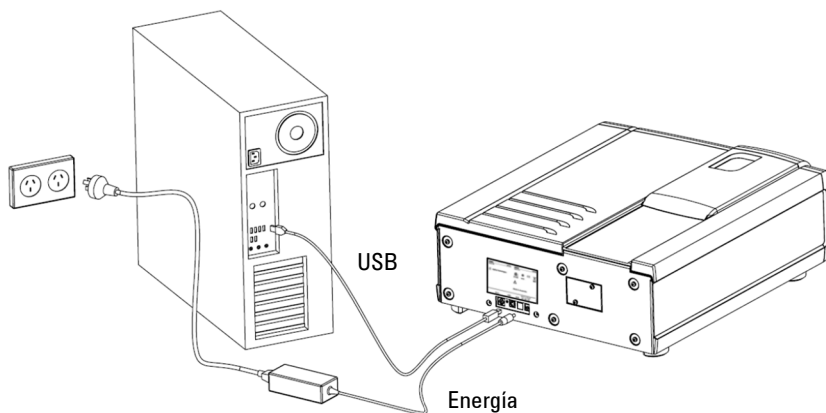

Figura 1. Conexiones del hardware
- 2 Conecte la fuente de alimentación al cable de alimentación y luego enchúfelo al Cary 60 y a la toma de corriente. Vea la Figura 1.